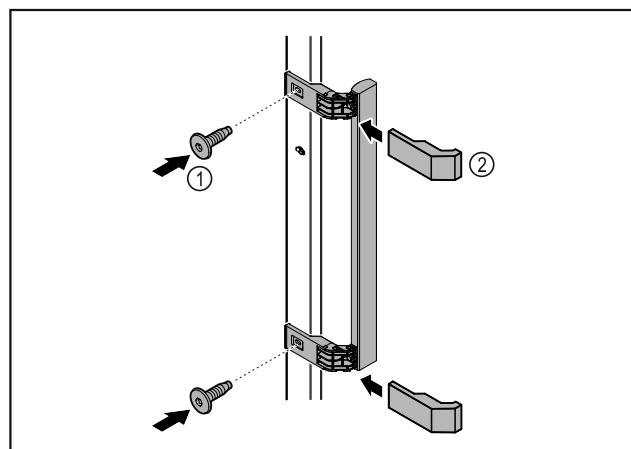

Fig. 9
- Upevnite držadlo z príslušenstva na dvere pomocou priložených skrutiek Fig. 9 (1).
- Nasadte kryt Fig. 9 (2).